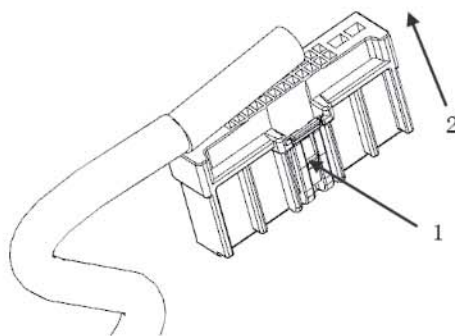

图8-1-8 玻璃升降开关组接插件拆卸示意图
c. 拆卸玻璃升降开关组接插件：如图8-1-8，用力沿箭头1方向压住卡脚，再沿箭头2方向拔出线束插头。